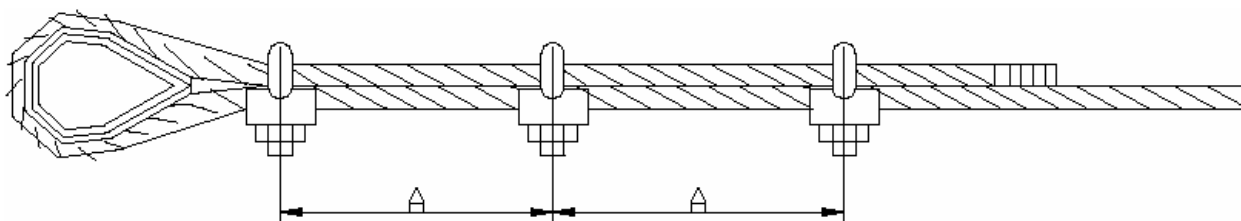

Рис. 8
4.2.5. К верхней части заднего подконсольника трос закрепляется с помощью соединительной муфты, который фиксируется к муфте стяжными винтами в количестве 3-х штук с шагом 60 мм (См. рис.8)